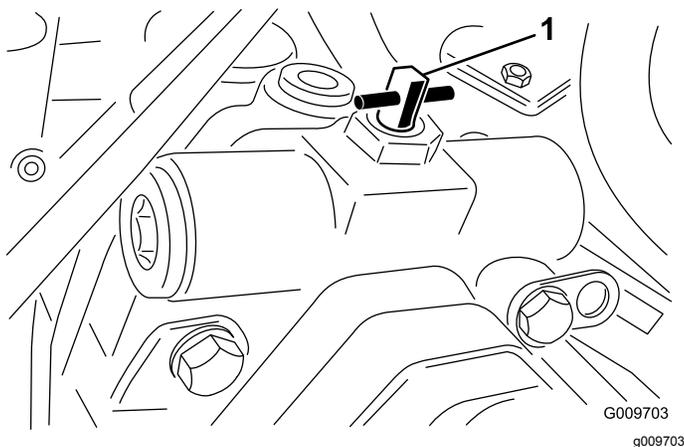

Figura 17
2. Gire la válvula auxiliar 90° (1/4 de vuelta) en cualquier sentido para abrirla y dejar pasar el aceite internamente (Figura 17). Puesto que el aceite se desvía, la máquina puede ser movida lentamente sin dañar la transmisión. Observe la posición de la válvula al abrirla o cerrarla.